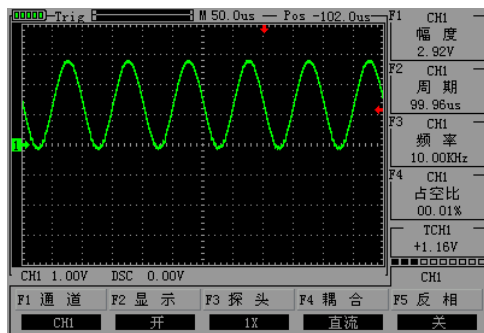

图 2-14 水平移动波形
- 按下“◀ ▶”键来调整通道波形的水平位置。变化的幅度根据时基的改变而变化。如图 2-14